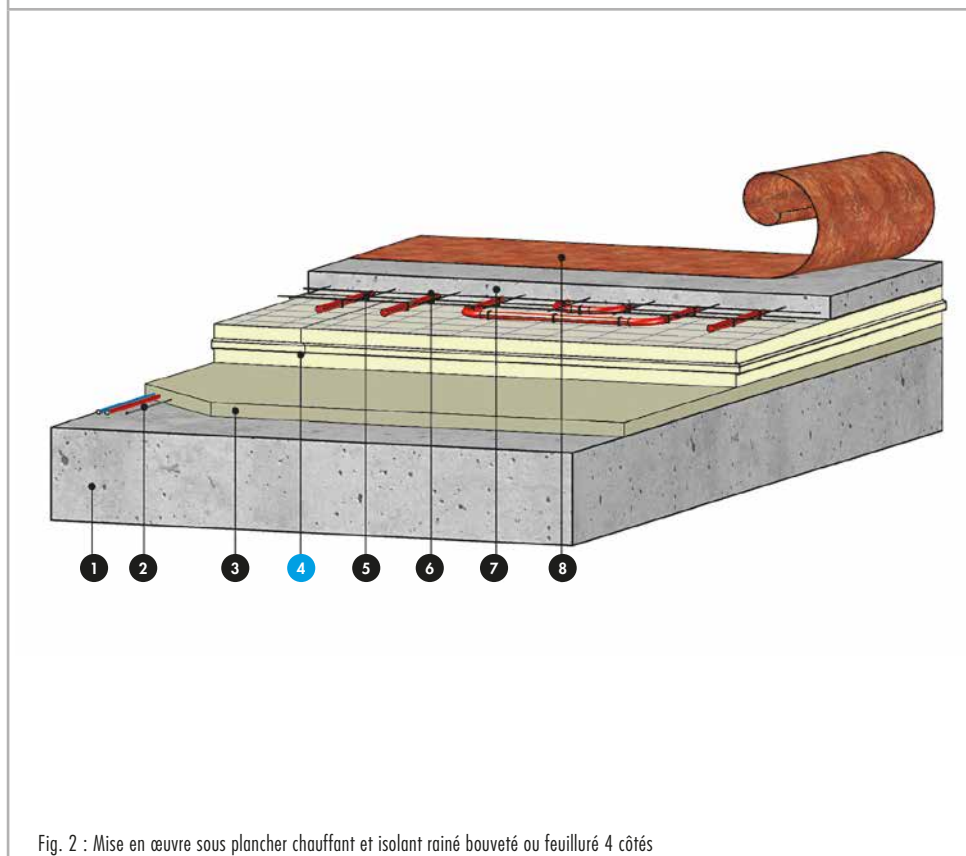

Fig. 2 : Mise en œuvre sous plancher chauffant et isolant rainé bouveté ou feuilluré 4 côtés
**Nomenclature de la figure 2**